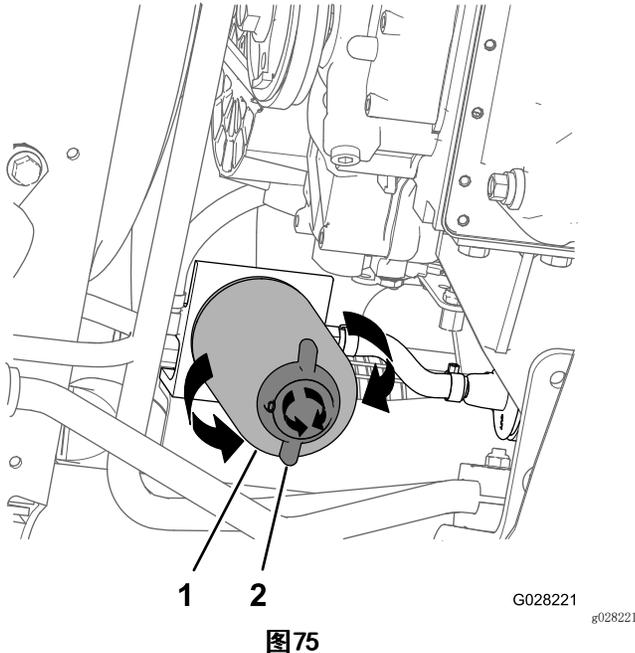

图75
4. 在燃油滤清器下面放置一个放油盘；请参阅 更换水分离过滤器（页码 48）中的 图75。
- 在水分离过滤器下面放置一个排油盘（图75）。
- 逆时针旋转水分离过滤器底部的排水阀（图75）。
- 清洁水分离过滤器和滤清器安装座周围的区域（图75）。
- 拆下水分离过滤器（图75）。
- 确保水分离过滤器底部的排水阀按照顺时针方向旋转牢牢拧紧（图75）。